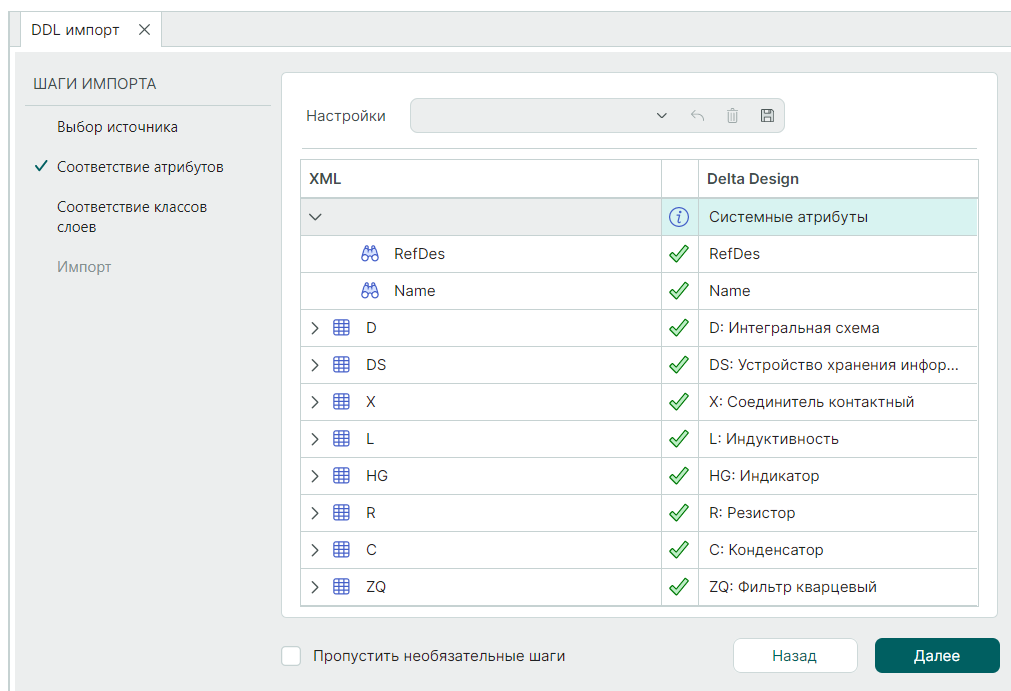

Рис. 23 Таблица соответствия атрибутов при импорте
5. При необходимости укажите соответствие семейств и атрибутов, см. Рис. 23.